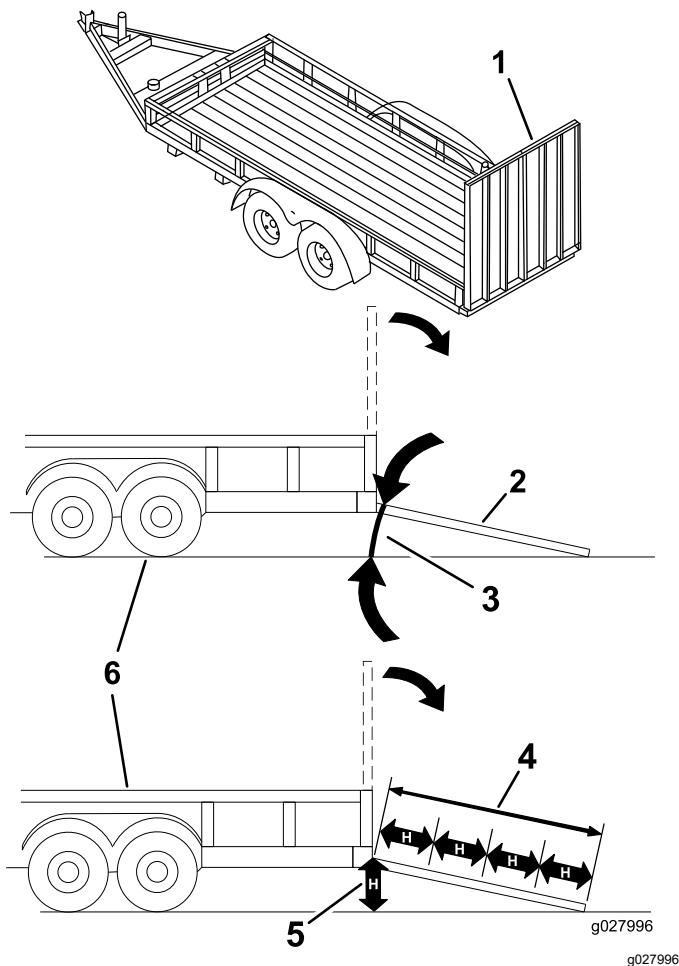

Figura 42
Colocar uma máquina num reboque ou camião aumenta a possibilidade de capotamento e pode provocar graves ferimentos ou morte (Figura 42).
1. Baixe a rampa, certificando-se de que o ângulo entre a rampa e o solo não é superior a 15 graus (Figura 42).